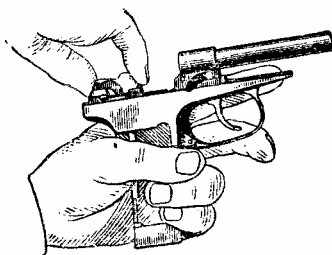

Рис.20. Отделение курка от рамки.
5. Отделить курок от рамки. Повернув спусковой крючок в переднее положение, указательным и большим пальцами правой руки повернуть курок вперед до совпадения лысок на его цапфах с прорезями в цапфенных отверстиях в рамке, сдвинуть курок в сторону ствола и вынуть его (рис.20).